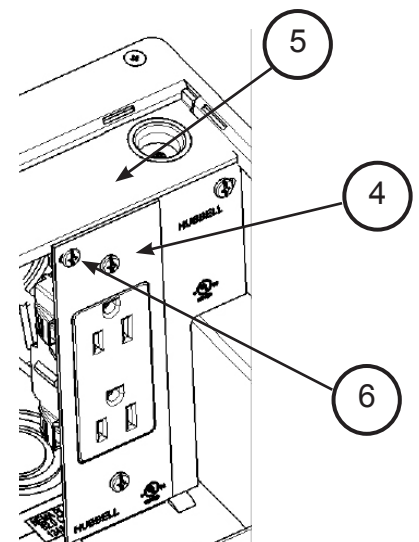

Figure 5
4. Empujar el tomacorriente pre-cableado con la placa frontal [4] al reborde de montaje superior [5]. (Ver Fig. 5.)